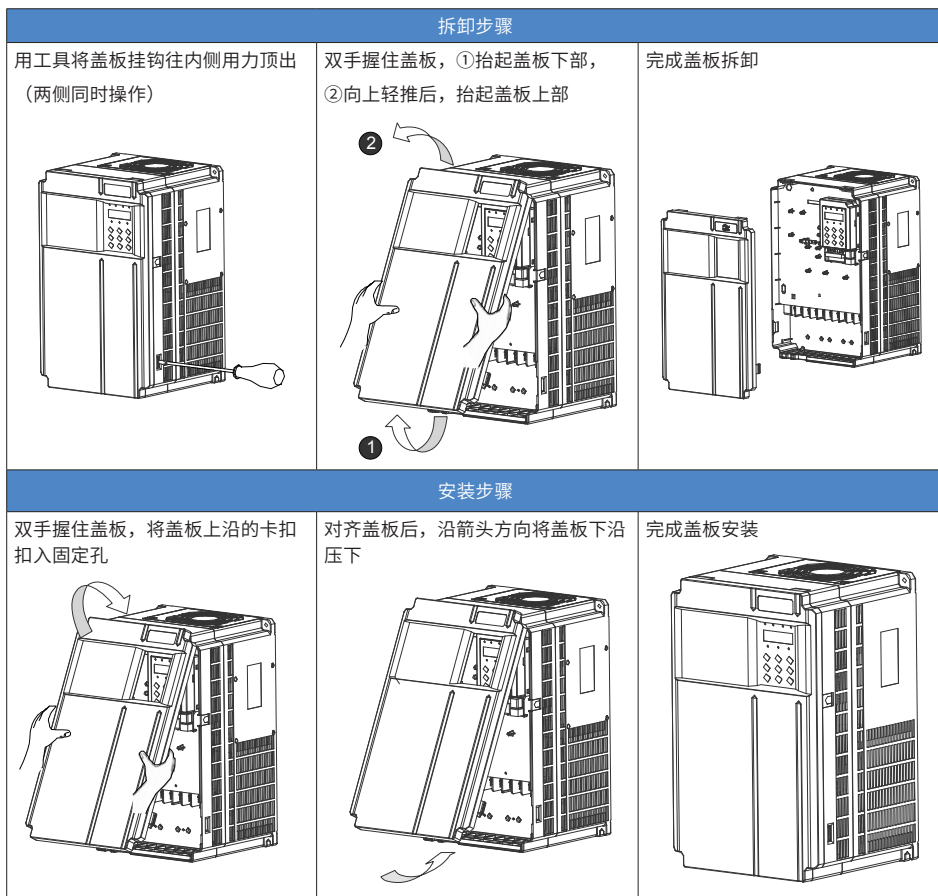
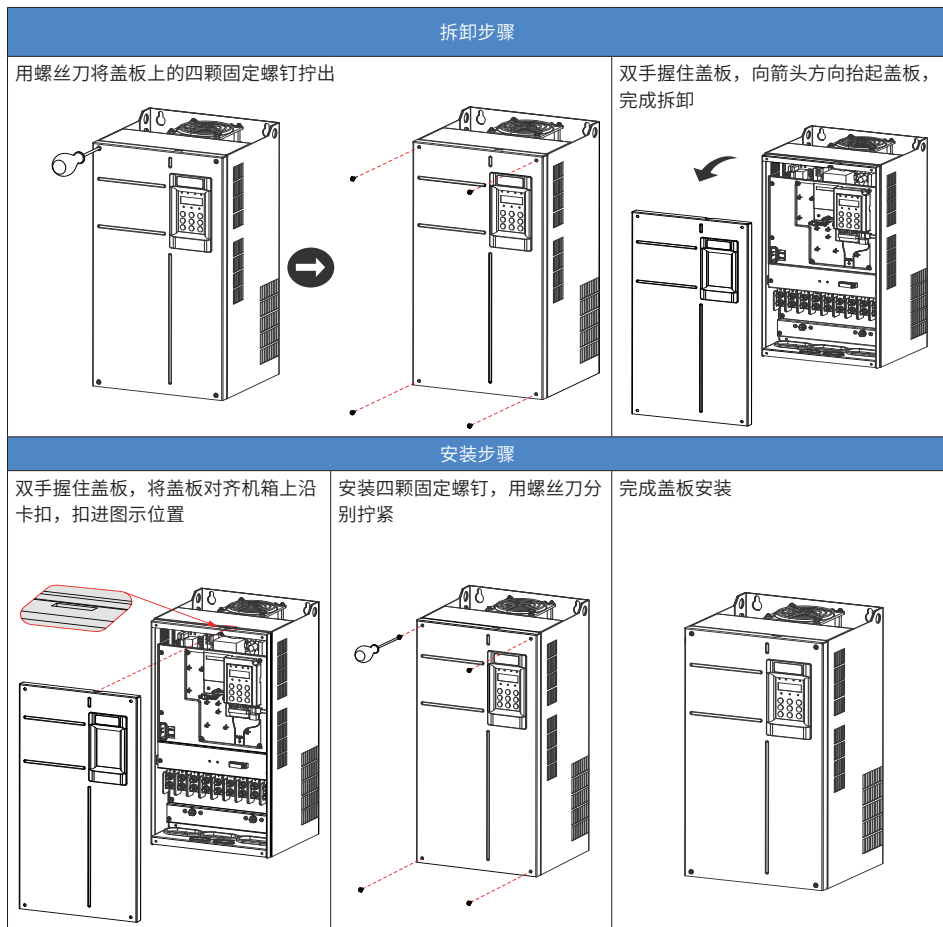

图 3-19 MD480T0.7GB~MD480T37G(B) 机盖盖板拆卸与安装
图 3-20 MD480T45G(B)~MD480T160G 机型盖板拆卸与安装
- 需要将变频器推入或推出机柜时，务必将变频器脚轮对准导轨后再推入或拉出，为确保安全，必须要求两个人操作，如图 3-19、图 3-20；
5	两个人配合操作，将变频器脚轮对准安装导轨后，缓缓推入机柜（如图 3-19、图 3-20）。安装过程中请使用安装辅助绳，避免变频器在推入 / 拉出过程中发生侧翻。